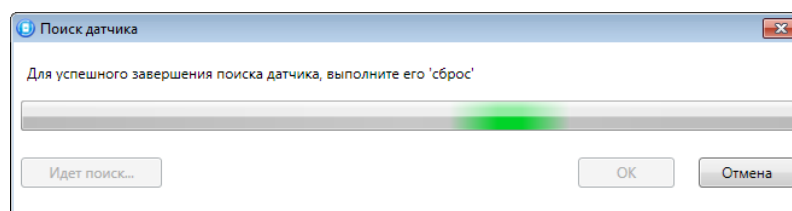

Рисунок 11.5 — Поиск радиоустройства
- После нажатия кнопки *OK* начнется поиск радиоустройства контроллером (см. рисунок 11.5). Для того чтобы устройство было найдено контроллером, его следует перевести в режим связывания (выполнить «сброс»).